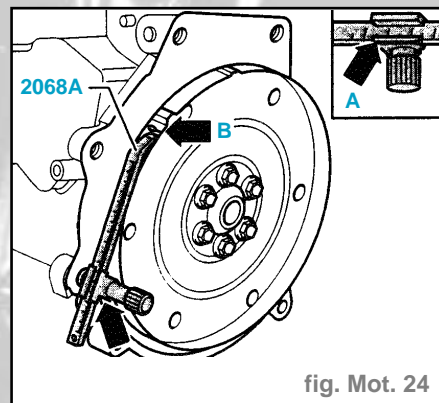

fig. Mot. 24
- Visser le dispositif de réglage **2068 A** comme indiqué ci-contre (fig. mot. 24).